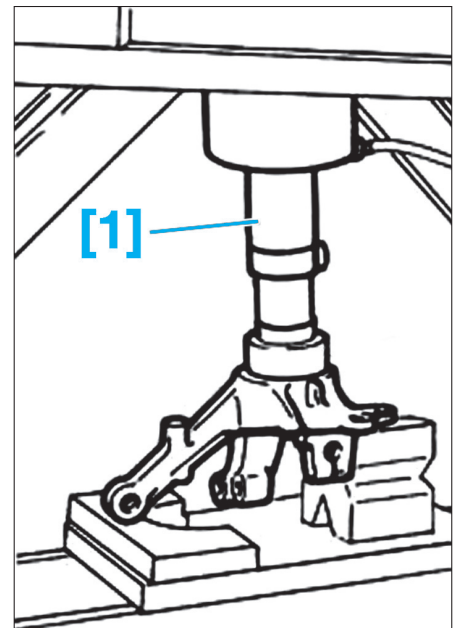

Fig. 27
- A l'aide d'une presse [1] et d'une entretoise de diamètre correspondant, déposer le roulement du pivot (Fig.27).